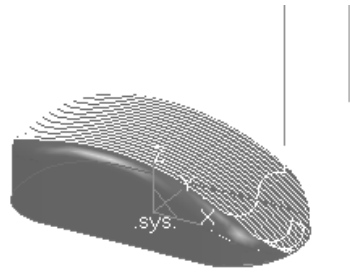

图 8-110 生成刀具轨迹
8) 单击鼠标右键确认后系统开始计算，生成轨迹如图 8-110 所示。